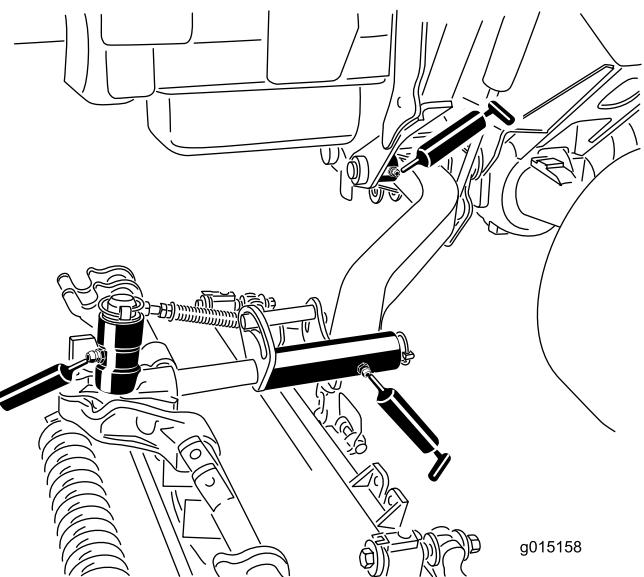

図 47
- カッティングユニットのキャリアフレームカッティングユニット 1台に 2ヶ所 図 47
- 昇降アームのピボットカッティングユニット 1台に 1ヶ所 図 47
- 昇降アームのピボットブッシュカッティングユニット 1台に 1ヶ所 図 47